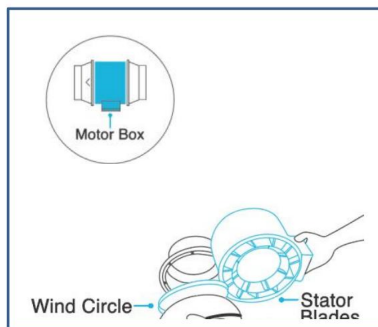

Abb.2.
2. Entfernen Sie den Motorkasten von der Flanschhalterung. Entfernen Sie den Windkreis zwischen dem Motorkasten und dem Ansaugflansch. Siehe (Abb. 2).